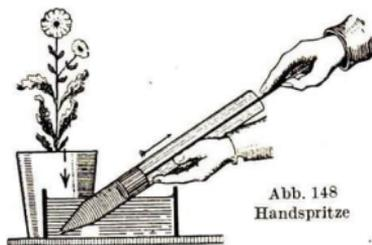

Abb. 148
1. Die Handspritze (Abb. 148) ist ein kurzes, vorn etwas zugespitztes Rohr, in dem ein dicht anschließender Stempel hin und her bewegt werden kann.